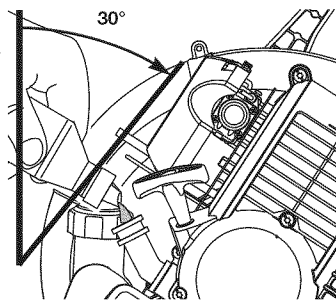

Fig. 11
3. Incline el unidad 30° (Fig. 11).
4. Vierta todo el contenido de la botella de aceite en el cigüeñal (Fig. 11).